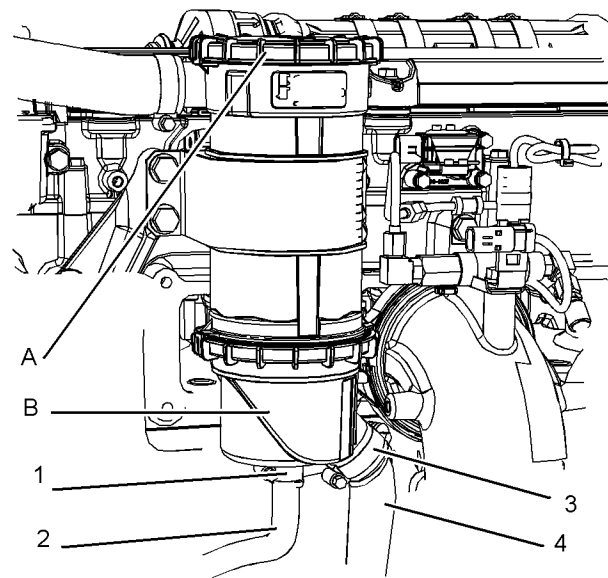

図 91
1. クリップ(1) を緩め、ホース(2) を取り外します。クリップ(3) を緩め、ホース(4) を取り外します。図91 をご参照ください。
2. キャップ(B) をプリーザボディ(7) から取り外します。必要に応じて、O-リングシール(8) を取り外して廃棄します。
3. フィルタエレメント(6) をプリーザボディから取り外し、使用済みのフィルタエレメントを廃棄します。
4. 必要に応じて、新品のO-リングシール(8) を取り付けます。
5. 新品のフィルタエレメント(6) の向きが正しいことを確認し、フィルタエレメントをプリーザボディに取り付けます。
6. 手の力だけでキャップ(B) を取り付けます。
7. ホース(4) を取り付け、クリップ(3) をしっかりと締め付けます。ホース(2) を取り付け、クリップ(1) をしっかりと締め付けます。